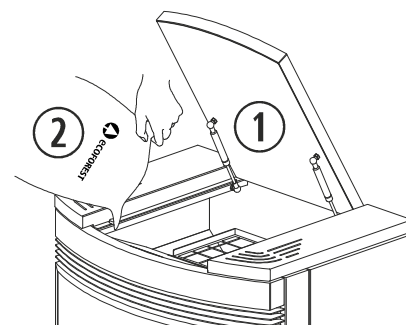

Figura 2
- 2.11. Para realizar la carga de combustible en la estufa, debemos abrir la tapa de la tolva y vaciar el saco de combustible con cuidado para evitar que rebose el combustible. Ver *figura 2 (ECO III)*.